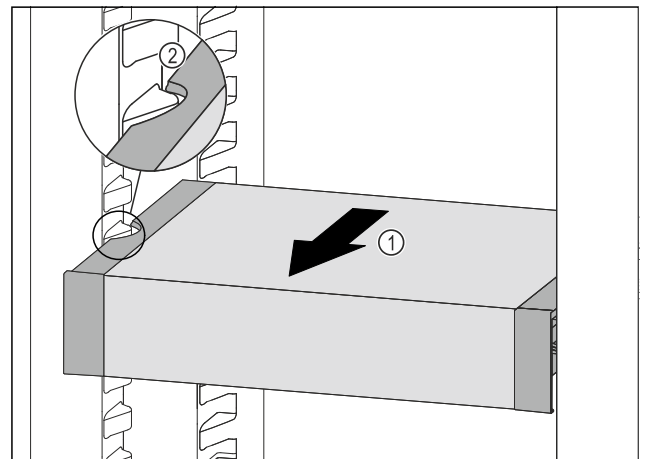

Fig. 65
- ▶ VarioSafe naar voren trekken Fig. 65 (1), tot de uitsparingen aan de zijkant van de VarioSafe zich ter hoogte van de rib in het koelgedeelte bevinden. Fig. 65 (2)